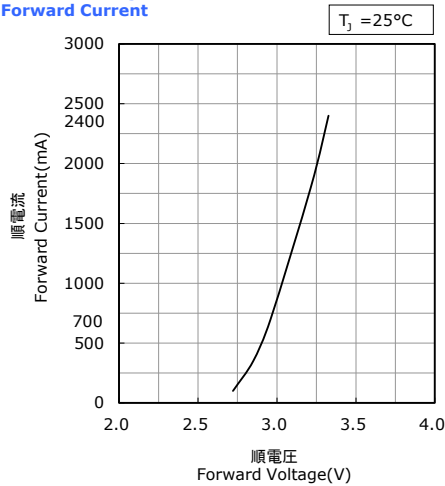

図 2. 順方向特性例^{※1}
- ①順方向特性: ジャンクション温度 25°Cにおける順電圧-順電流特性(次頁 図 2 参照)